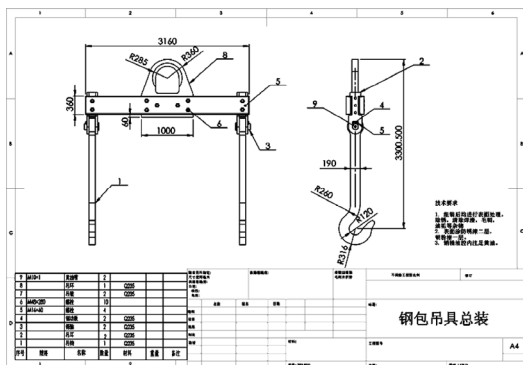

图 7-52 创建技术要求和零件说明表格
STEP 11 单击“注释”按钮 **A**，添加技术要求，并通过添加“注释”和直线，在视图的左下角绘制零件材料表，再添加图样名称，即可完成整个图纸的绘制，效果如图 7-52 所示。